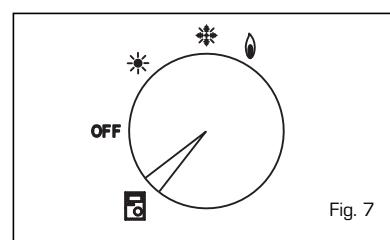

Fig. 7
Quand la chaudière est raccordée au régulateur "Logica Remote Control" le sélecteur CR/OFF/EST/ INV/DEBLOCAGE doit être sur la position (1); les poignées des potentiomètres de l'eau sanitaire et de chauffage ne effectuent plus de contrôles et toutes les fonctions sont gérées par le régulateur (fig. 7).